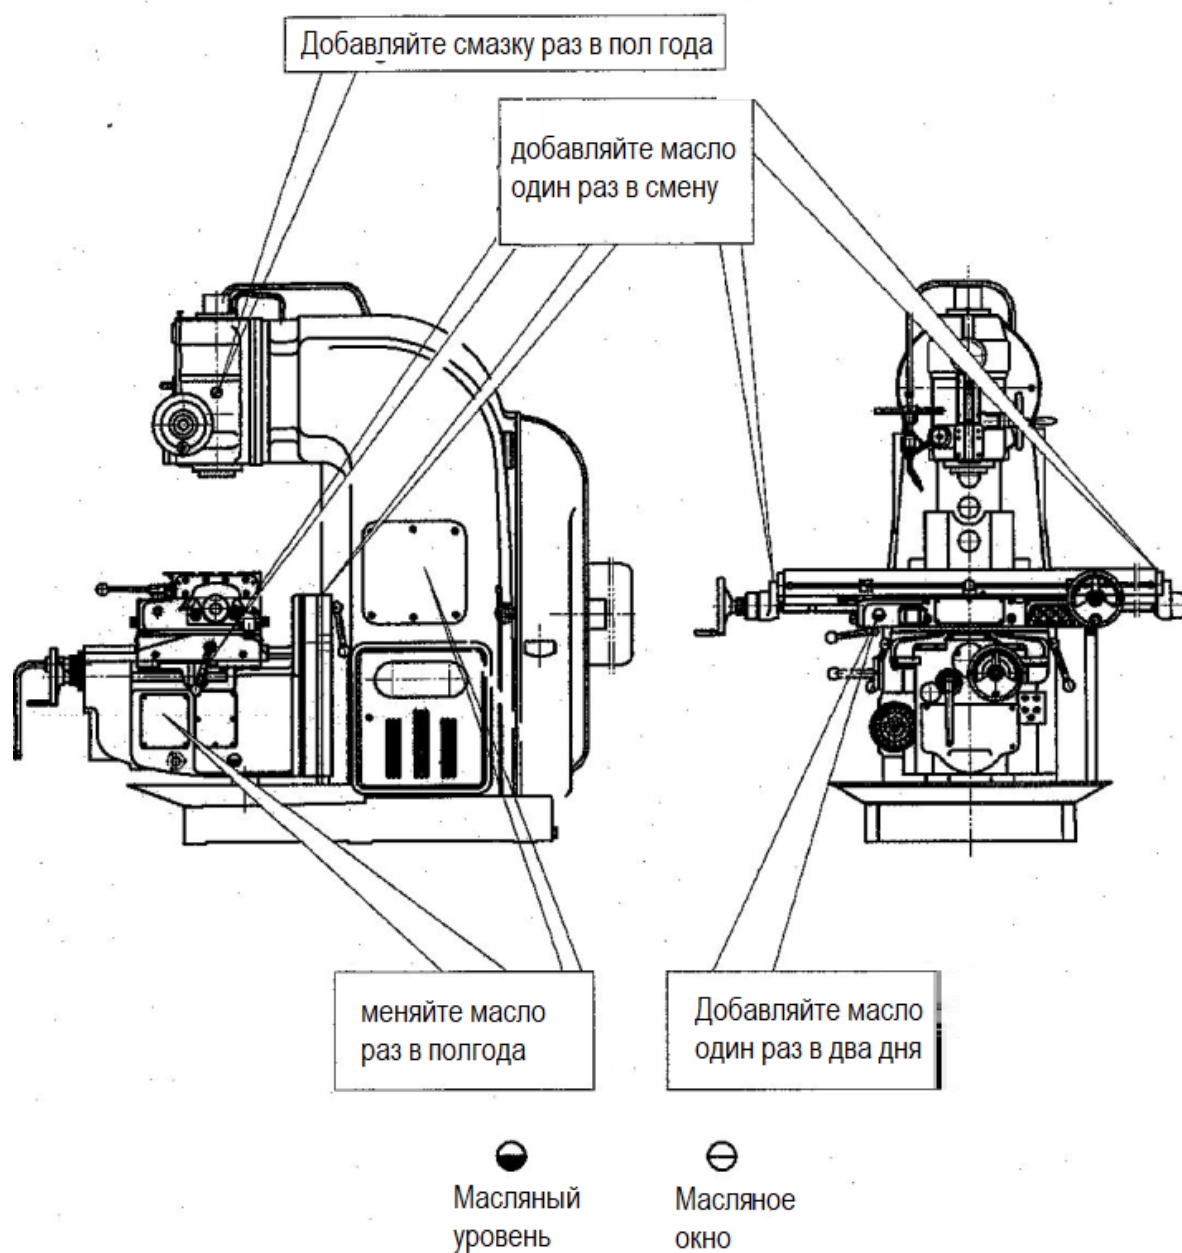

Рис.15
10.5. Необходимо регулярно выполнять смазку станка согласно карте мест смазки (рис. 15).